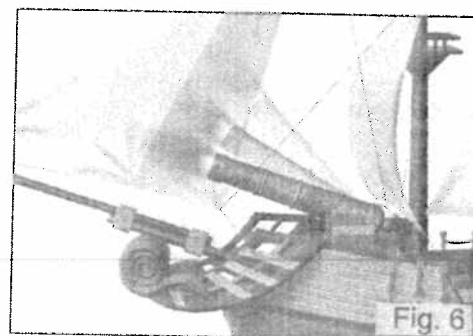

Fig. 6
6. Appuyer sur le bouton de l'émetteur actionnant le Canon pour que celui-ci fasse feu. Le canon est doté d'effet sonore et lumineux (fig.6).